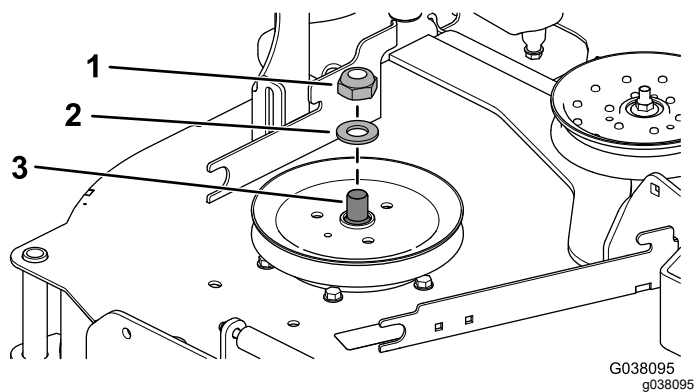

Figura 29
3. Utilizzate una chiave da 1½" per fissare l'asse del fusello mentre rimuovete il dado di bloccaggio (¾") e la rondella dall'asse del fusello (Figura 29).